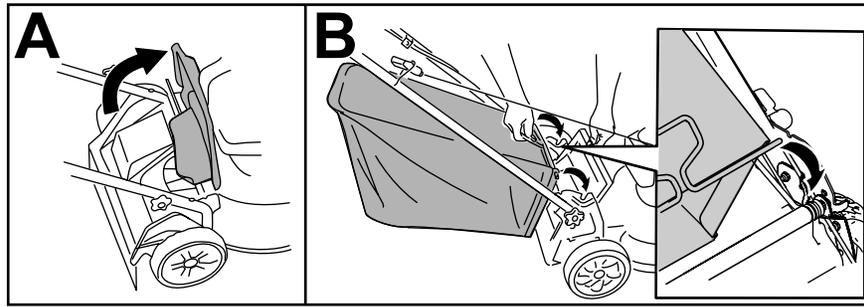

Figure 15
1. Soulevez le déflecteur arrière et maintenez-le dans cette position (A de Figure 15).
- Montez le bac à herbe en veillant à insérer les ergots dans les crans du guidon (B de Figure 15).